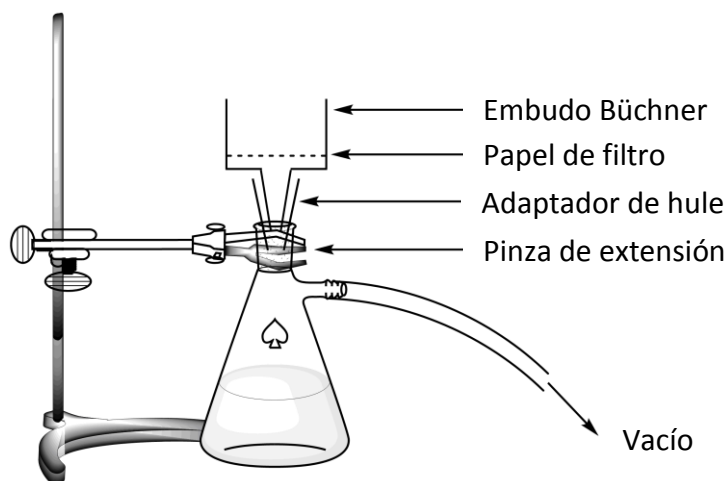

Figura 2. Sistema para la filtración al vacío
7. **Arma** un sistema de filtración al vacío (vea la Figura 2) usando un embudo Büchner, un papel de filtro, y el kitasato que debe estar asegurado al soporte universal con una pinza de extensión. **Levanta** la tarjeta HELP. Un asistente de laboratorio vendrá a mostrarte cómo conectar el sistema a la fuente de vacío.